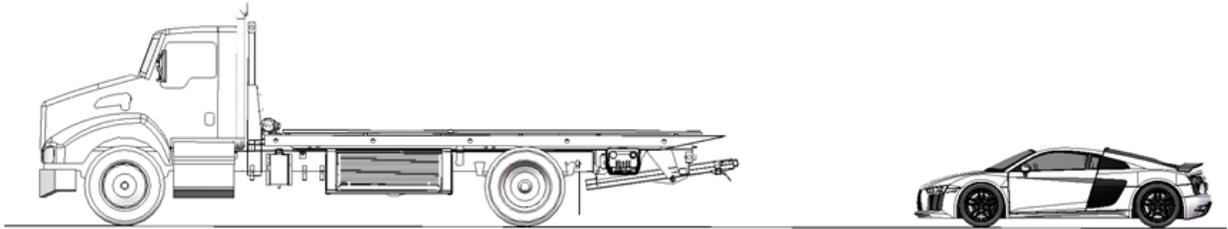

FIGURE 31 – DISTANCE DE PRÉPARATION : DE 10 À 15 PIEDS
2. Placez votre camion devant le véhicule à transporter et mettez-le en marche arrière. Reculez en laissant une distance de 10 à 15 pieds entre les deux véhicules, comme le montre la Figure 31.